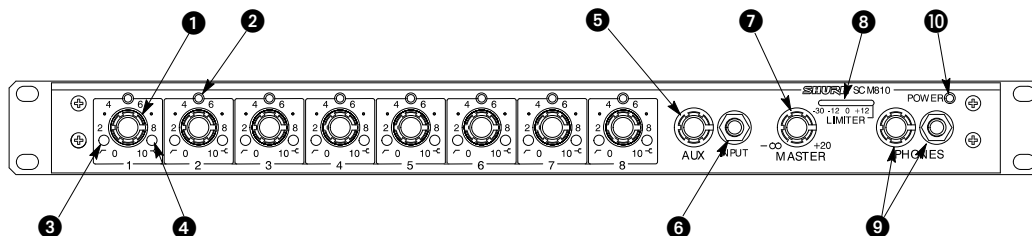

ABBILDUNG 1
**EINSTELLER, ANSCHLÜSSE UND ANZEIGEN AUF GERÄTEFRONTSEITE (SIEHE ABB. 1)**